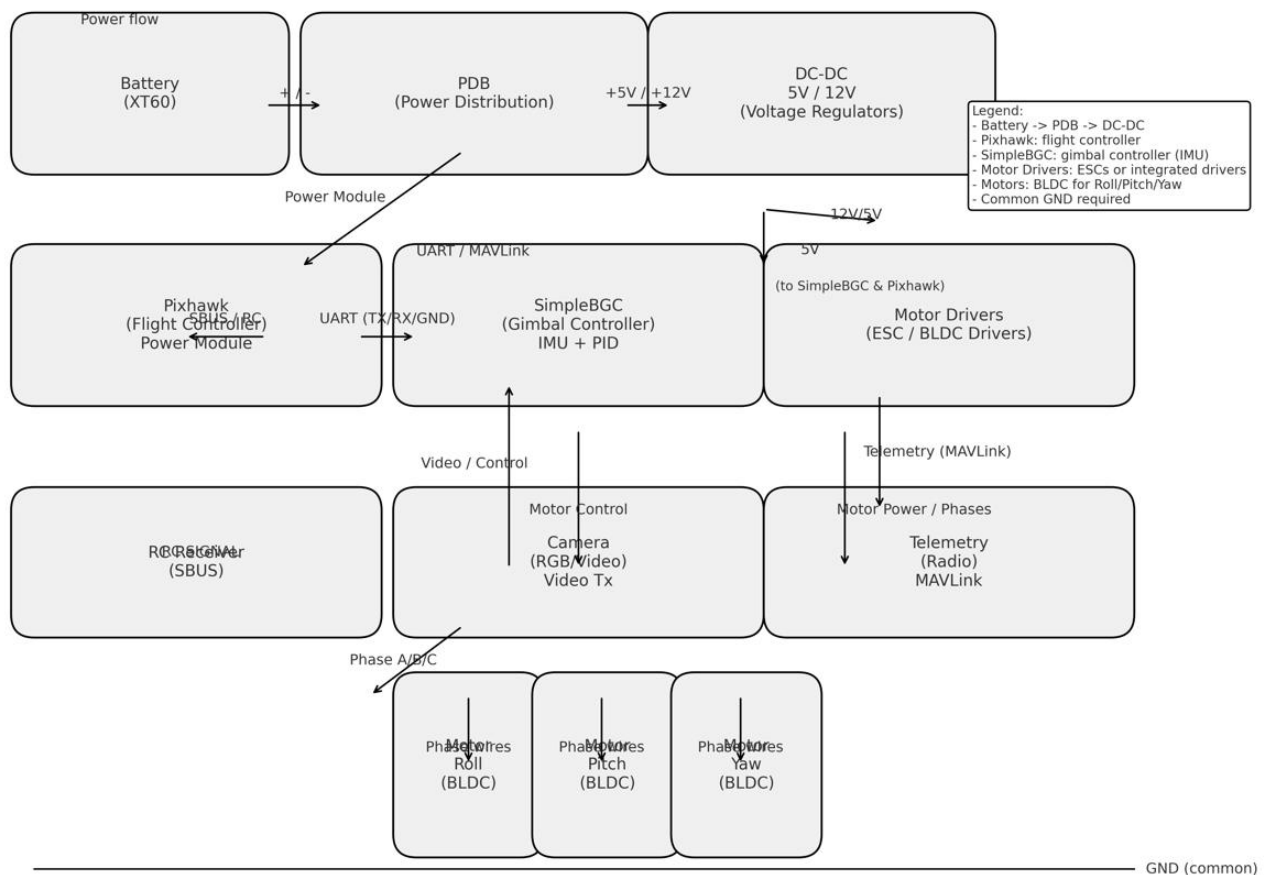

Рисунок 1 – Схема керування підвісом
Схема зображена на рис.1 показує, як пов'язані джерело живлення, польотний контролер (Pixhawk), контролер підвісу (SimpleBGC), IMU, драйвери двигунів, самі BLDC-моторчики, камери (RGB і тепловізор), відео-перемикач, приймач радіоуправління (RC), та наземна станція (Mission Planner).